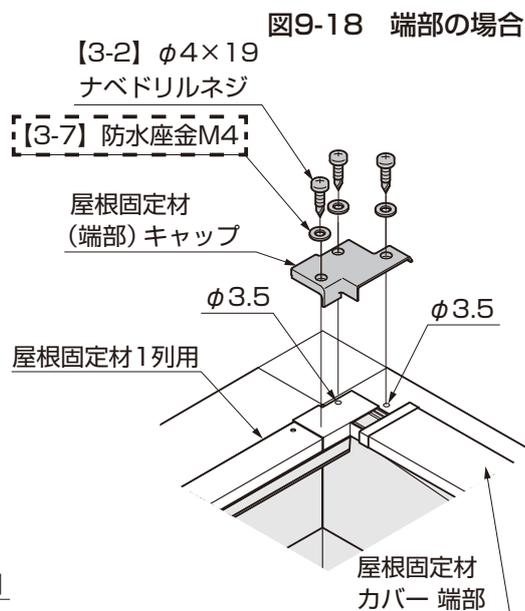

図9-18 端部の場合
③屋根固定材カバーを屋根固定材にはめ込んでください。(図9-17、図9-18参照)